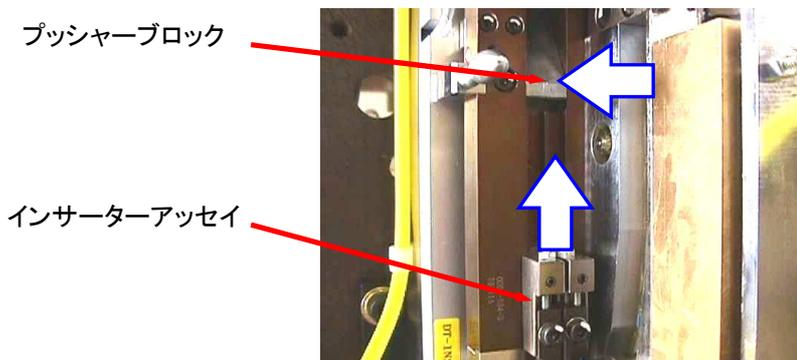

Fig 7-1-1
- ① プッシャーブロックを押した状態でインサーターアッセイを上へ抜いて下さい。〔Fig 7-1-1〕